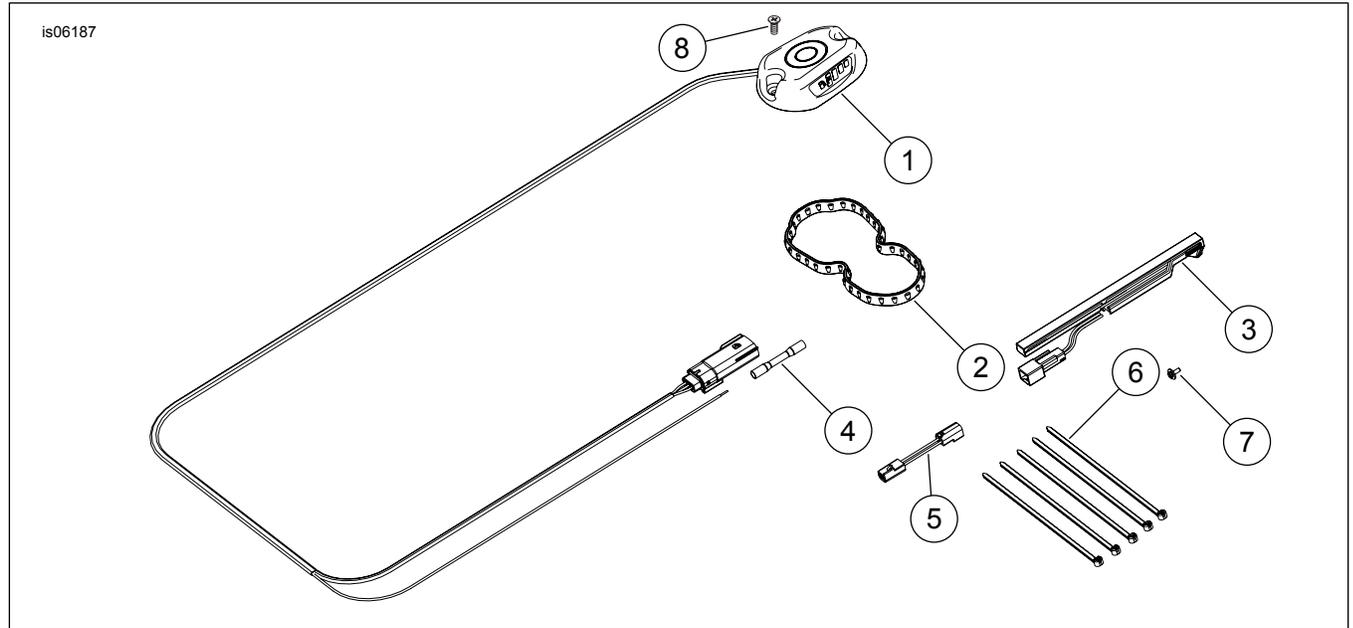

Figura 4. Piezas de servicio para el indicador de combustible Sportster
Consulte Figura 4 y Tabla 1.
- a. Instale el sensor de combustible en el módulo de la bomba de combustible, orientado como se muestra, y localice la base en el agujero de montaje (4) de la bomba de combustible.
- d. Asegure el sensor del nivel del combustible en la bomba de combustible con un tornillo (3). Apriete el tornillo lo suficiente para colocar el sensor del combustible contra la lengüeta de montaje.
- e. Pase el cableado del sensor del nivel de combustible debajo de la manguera de combustible y conecte el sensor del nivel de combustible en el conector del interruptor del nivel bajo de combustible en el módulo de la bomba de combustible. Si es necesario, use el arnés de puente (Figura 4 , artículo 5).
5. Vea Figura 4 . Pase el arnés del indicador de combustible a lo largo del manillar, siguiendo el cableado de la señal de giro hasta llegar al arnés principal. Luego, páselo dentro de la pieza de soporte de la bobina y la caja del arnés principal, hacia atrás a lo largo del eje central hacia el área de la cama del asiento.
8. Asegure el arnés del indicador de combustible y el cable naranja en el arnés de cables principal con correas de cables (6). Enrolle y asegure el arnés sobrante y la longitud del cable.